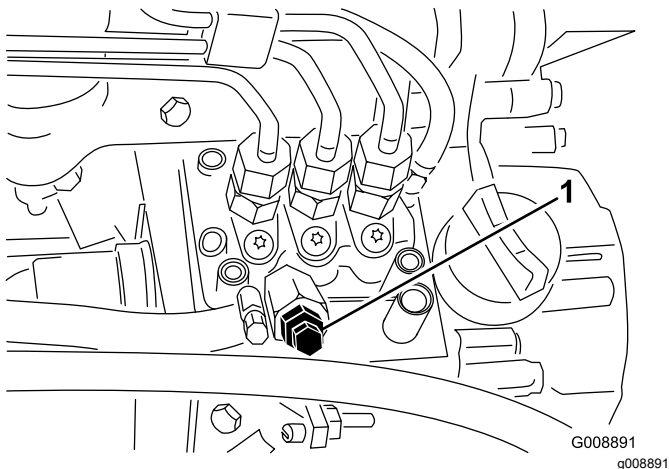

Figura 45
- Abra el tornillo de purga de aire de la bomba de inyección de combustible (Figura 45).